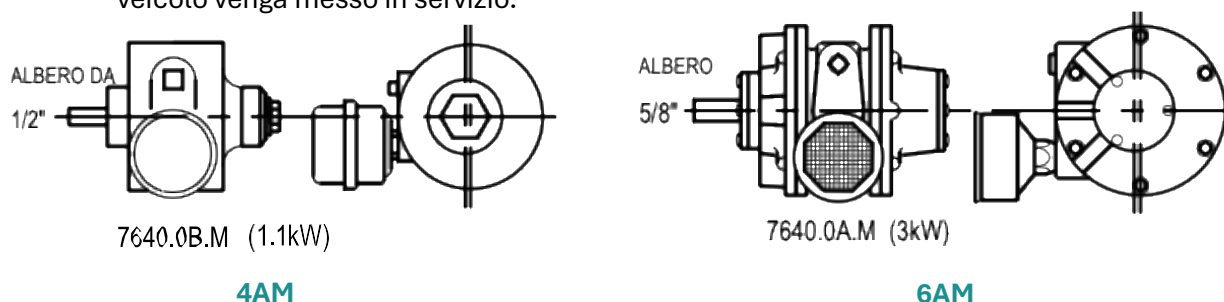

Figura 13 - Motori pneumatici
4.5.2 **Figura 13 - Motori pneumatici.**